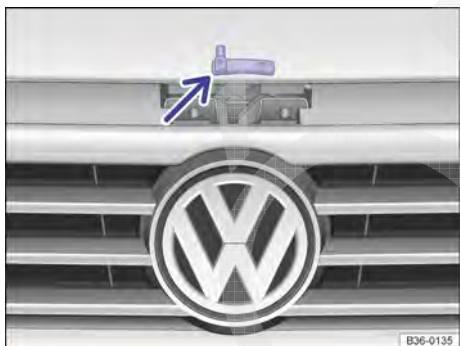

Fig. 295 Acima da grade do radiador: alavanca de abertura da tampa de compartimento do motor
- Erguer a tampa do compartimento do motor pela alavanca de abertura → Fig. 295 (seta) e abrir totalmente. A tampa do compartimento do motor é suportada pelo amortecedor a gás.